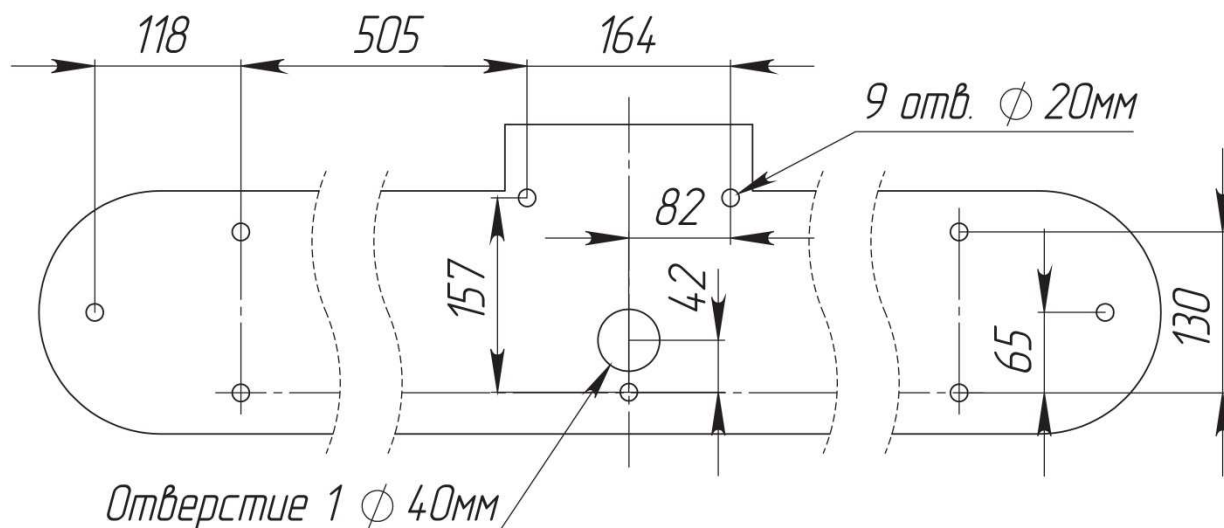
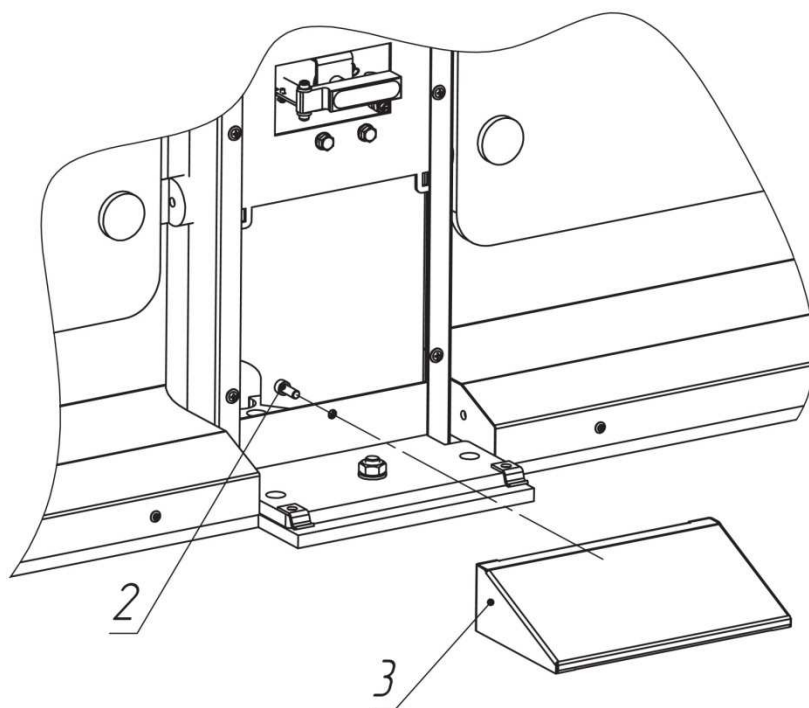
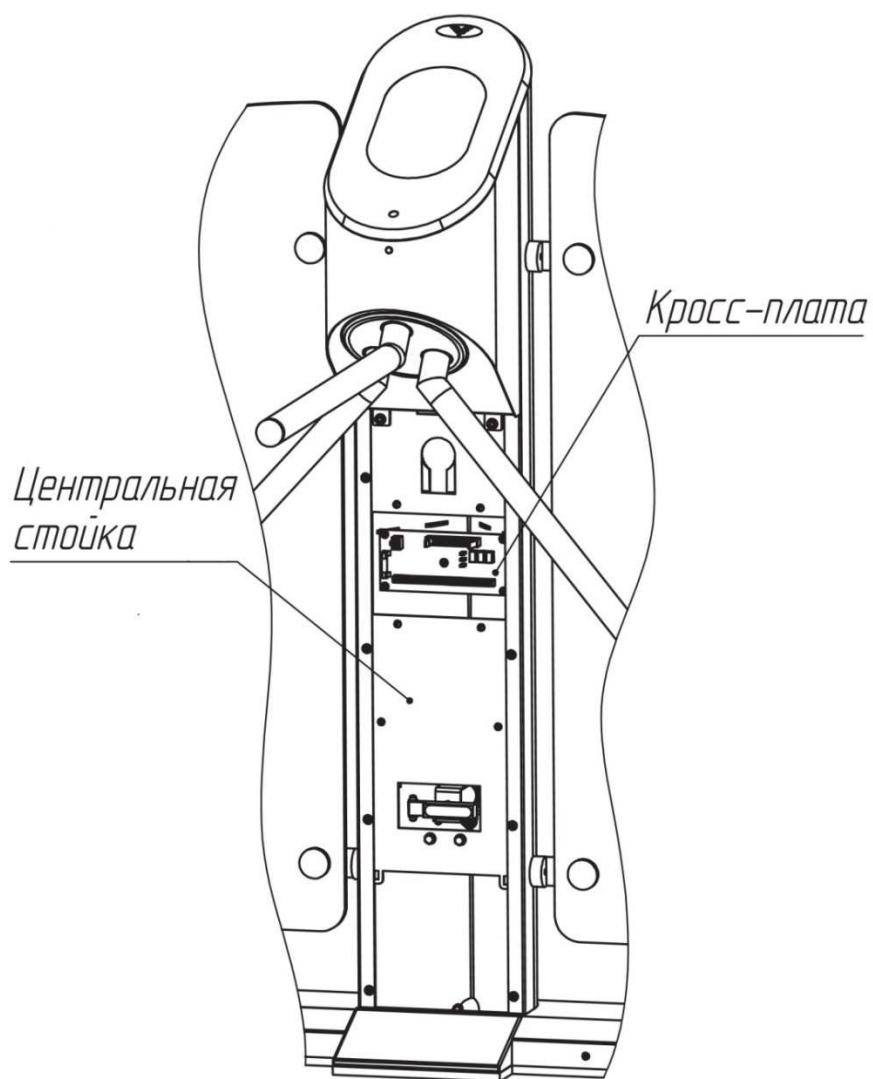

Рис. 6. Установочные размеры
Рис. 8. Схема установки турникета
Рис. 9. . Расположение кросс-платы на стойке турникета
4.2.3. По установочным размерам (рис. 6), подготовьте 9 отверстий диаметром 20мм в полу под анкеры крепления стойки турникета. Расположение монтажных отверстий относительно внешних габаритов турникета представлено в Приложении 5. Глубина закладного отверстия должна превышать длину анкера на 5мм. Вставьте анкеры в отверстия.
4.2.4. Подводка кабелей производится через отверстие диаметром 40 мм (рис. 6) в нижней плите турникета. Необходимо подготовить штробу для прокладки кабелей.
4.2.7. Установите турникет на подготовленную площадку (рис. 6). Откройте замок и снимите дверцу (1, рис. 8). Демонтируйте крышку основания центральной стойки (3, рис. 8), выкрутив винт М6 (2, рис. 8).
4.2.8. Для подвода кабелей в корпус боковой стойки с картоприемником необходимо выкрутить 4 шурупа-самореза (5, рис. 8) и приподнять кожух основания (4, рис. 8). Разблокируйте замок стойки картоприемника (6, рис. 8) и откройте дверцу (7, рис. 8).
4.2.9. Заведите в корпус турникета кабели от ПУ, БП и, при необходимости, кабели СКУД и ОПС. Подводка кабелей производится через отверстие 1 в нижней плите турникета (рис. 6). Закрепите кабели кабельными стяжками.
Подключение БП, ПУ и СКУД осуществляется с помощью кросс-платы. Для этого необходимо снять дверцу центральной стойки(1, рис. 8), используя ключи. На рис. 9 показано расположение кросс-платы на стойке турникета.
Входы LEFT и RIGHT могут работать как в потенциальном, так и в импульсном режиме (срабатывание по факту замыкания на контакт GND). Импульсный режим установлен по умолчанию. Для перехода на потенциальный режим работы необходимо установить джампер J1 (рис. 9). В данном случае режим прохода влево/вправо включается только на время подачи управляющего сигнала на входы LEFT/RIGHT. Режим свободного прохода можно устанавливать подачей управляющих сигналов на оба входа одновременно. Приоритет входов LEFT и RIGHT при переходе в импульсный режим остается неизменным.